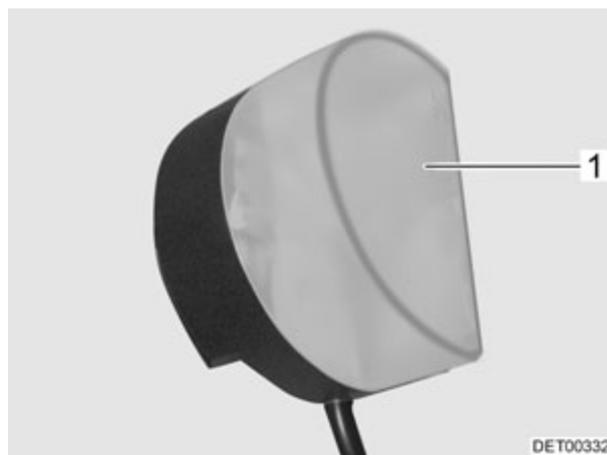

Fig. 203 Eclairage de la penderie
- Enfoncer légèrement le couvercle de la lampe (Fig. 203,1) et le retirer.